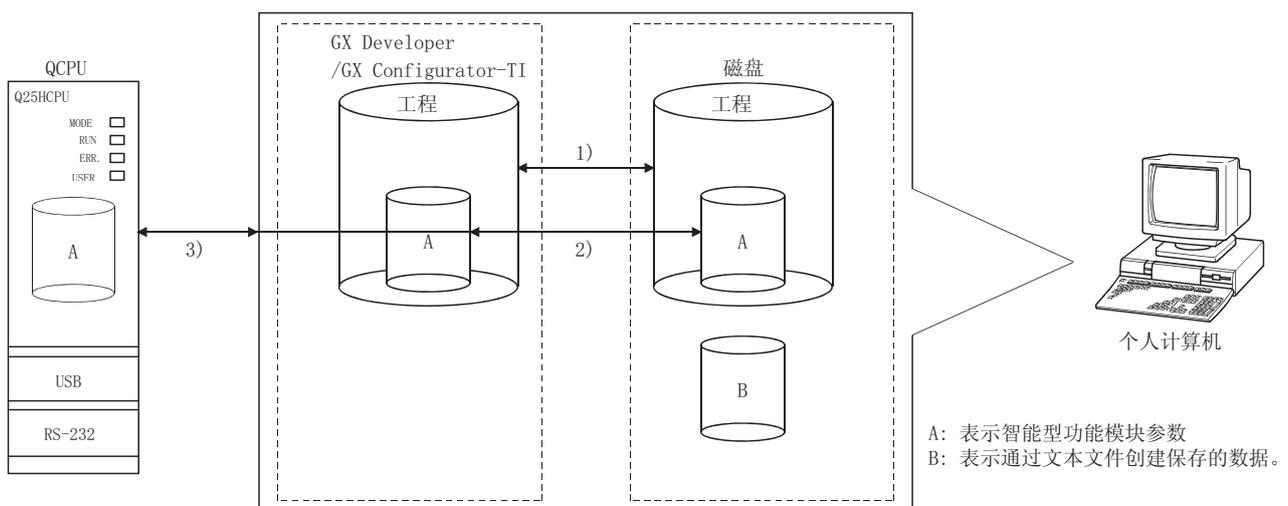

图 5.1 使用应用软件包创建的数据的相互关系图
对于使用应用软件包创建的下述数据/文件，通过 GX Developer 的操作也可处理。对各个数据/文件采用何种操作进行处理的情况如图 5.1 所示。
- (b) 图 5.1 中所所示的 1)~3) 的操作步骤如下所示。